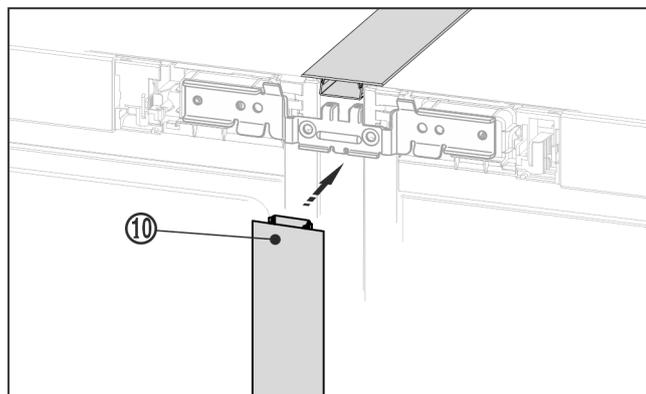

Fig. 23
- ▶ 在设备正面将长护板条 Fig. 23 (10) 压入垂直缝隙中。注意, 护板条位于连接板上。